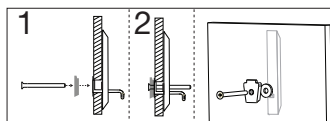

Fig. 5
- As you hold the flange and apply pressure to the bar by pulling outward, align the hole in the mounting bracket with the center hole of the flange and insert a 3" machine screw into the mounting bracket and then the center hole of the flange. Ensure that the mounting bracket is positioned upright with the tab on the large side facing upwards. Next align the machine screw with the threaded insert in the bar and tighten enough to keep the bar upright. *DO NOT COMPLETELY TIGHTEN.* (Fig. 5)
- Alors que vous tenez la collerette et faites pression sur la barre en tirant vers l'extérieur, insérez une vis de 3 po (7,62 cm) dans le trou central de la collerette. Ensuite, insérez la vis à métaux dans le trou fileté de la barre et serrez suffisamment pour maintenir la barre droite. **NE SERREZ PAS COMPLÈTEMENT. (Fig. 5)**
15. Mientras sostiene el reborde y aplica presión a la barra tirando de ella hacia afuera, introduzca un tornillo maquinado de 3" en el agujero central del reborde. Después alinee el tornillo para metales con el inserto roscado en la barra, y apriete lo suficiente para mantener la barra derecha. **NO APRIETE POR COMPLETO. (Fig. 5)**